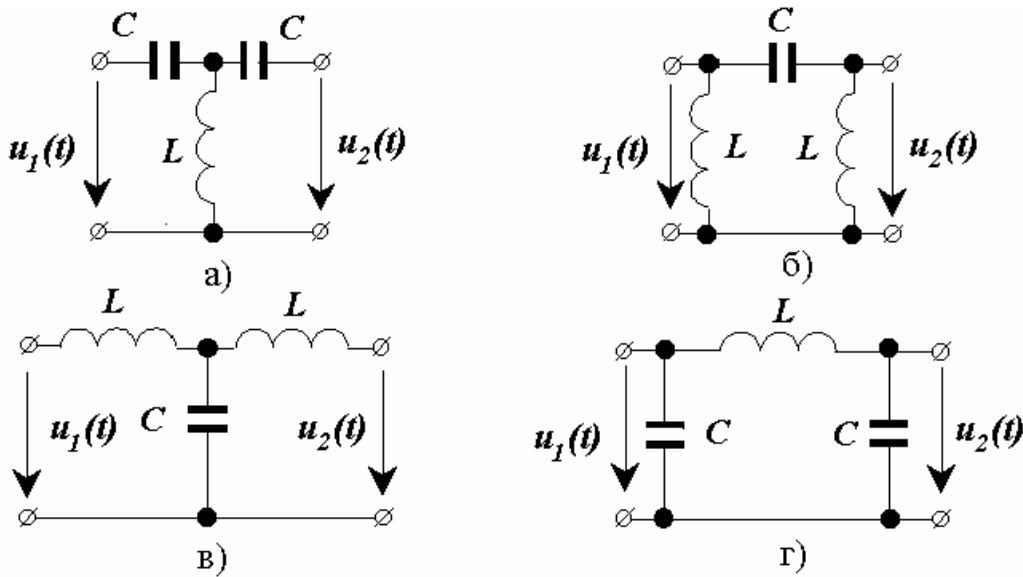
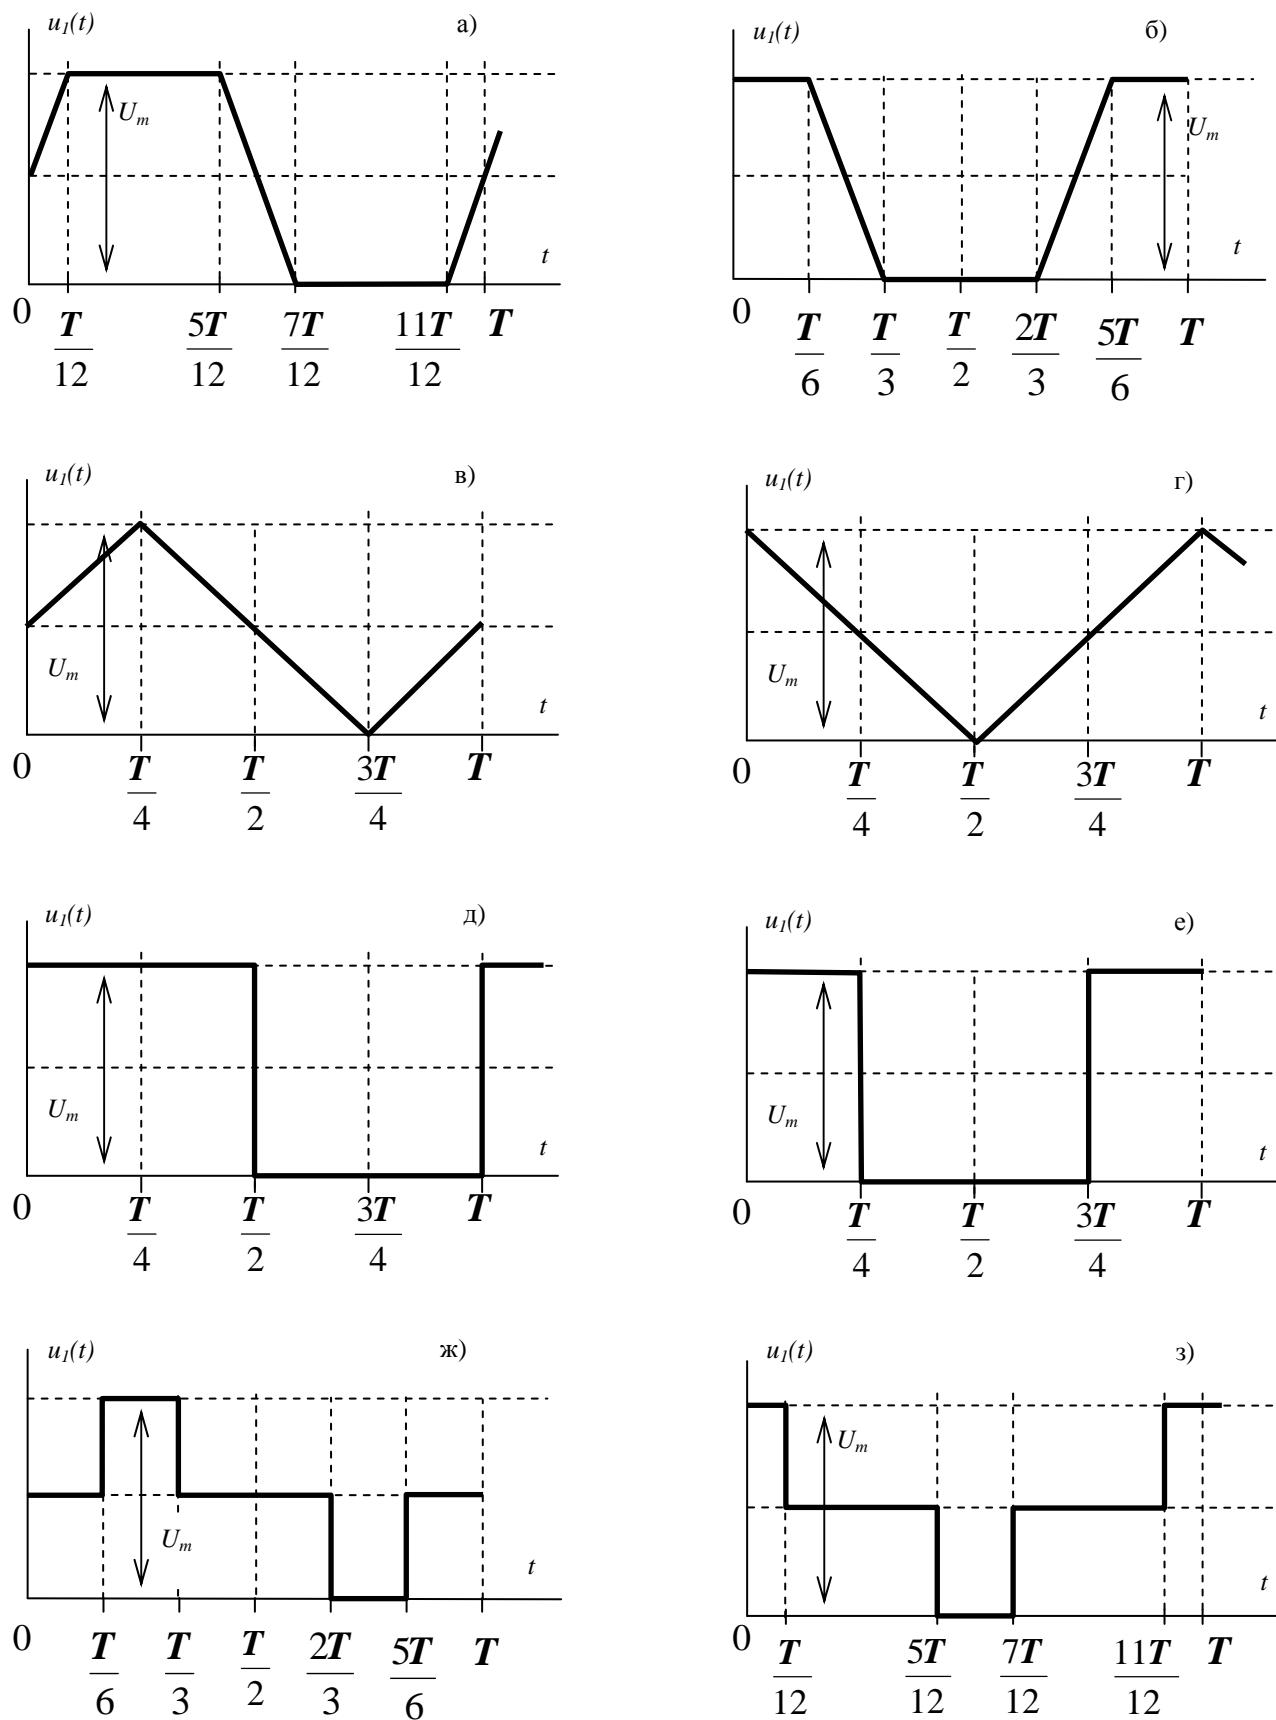

Рис. 16. Схемы к задаче 2.2
Рис. 17. К задаче 2.2. Графики периодических напряжений  $u_1(t)$
На рис.16 изображены схемы, на вход которых воздействует одно из периодических напряжений  $u_1(t)$ . Графики напряжений приведены на рис.17. Схемы нагружены на активное сопротивление нагрузки  $R_h$ . Численные значения амплитуды напряжения  $U_m$ , периода  $T$ , параметров схемы  $L$ ,  $C$  и величины сопротивления нагрузки приведены в табл. 5. Требуется:
3. Используя формулу п. 2, определить комплексную амплитуду напряжения на выходе (на нагрузке) для 0, 1-й и 3-й гармоник ряда Фурье в схемах рис.16 в, г; для 1-й, 3-й и 5-й гармоник в схемах рис.16 а, б.
Разложение несинусоидальных функций в ряд Фурье подробно описано в [5], гл. 4.4. Например, для кривой рис. 17з с учетом постоянной составляющей  $\frac{1}{2} \cdot \underline{U}_m$  получим:
Кривая рис.17, ж запаздывает относительно кривой рис.17, з на время  $\frac{1}{4} \cdot T$ , поэтому для нее разложение будет выглядеть следующим образом: